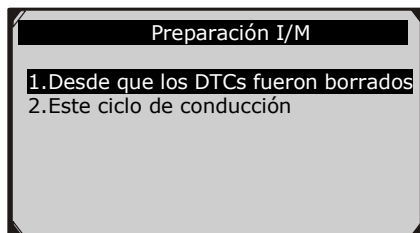

Figura 6.20
- 3) Si el vehículo soporta ambos tipos de prueba, entonces ambos tipos se mostrarán en la pantalla para la selección. (Figura 6.20)